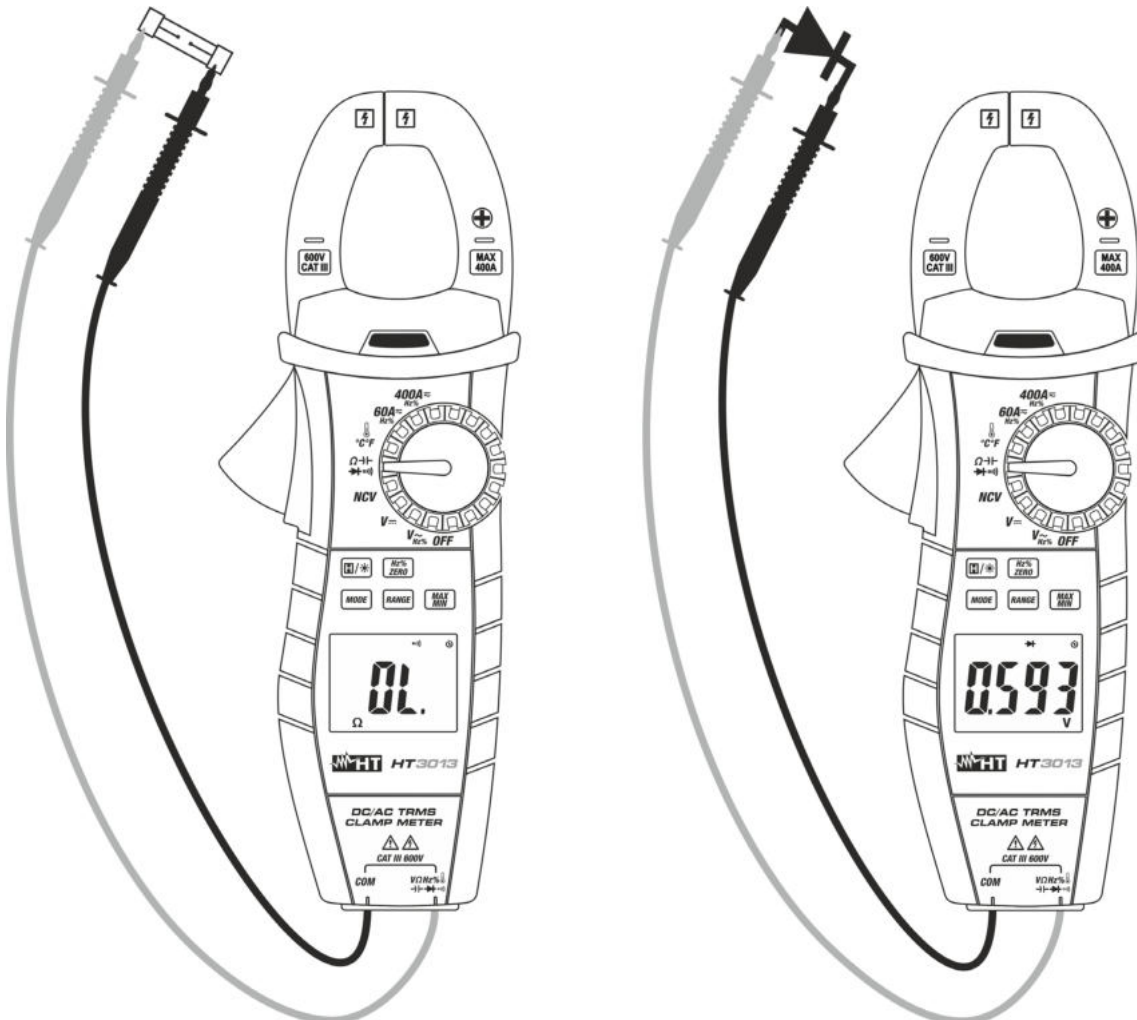

Fig. 8: Uso del instrumento para la prueba de Continuidad y Prueba de Diodos
3. Inserte el cable rojo en el terminal de entrada  $V \Omega Hz \% \rightarrow \rightarrow \rightarrow \rightarrow \rightarrow$  y el cable negro en el terminal de entrada **COM** y efectúe la prueba de continuidad sobre el objeto en prueba (vea Fig. 8 – parte izquierda). El indicador acústico emite una señal acústica cuando el valor de la resistencia medida es inferior a aproximadamente  $30\Omega$
5. Conecte la punta roja al ánodo del diodo y la punta negra al cátodo en caso de medida de polarización directa (vea Fig. 8 – parte derecha). Invierta la posición de las puntas de prueba en caso de medida de polarización inversa